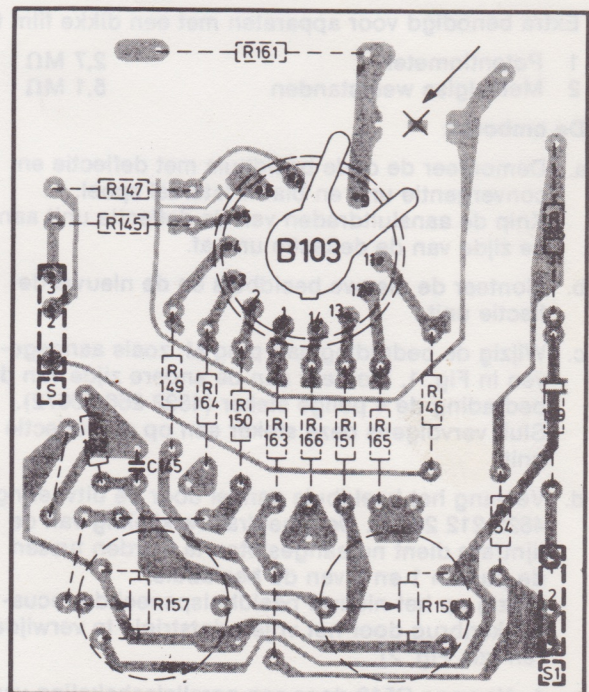

Fig. 3
- Monteer tussen R513 en chassis een weerstand van 4,7 M Ω (4822 116 60127), zodat tussen de focuspotentiometer en chassis een serieschakeling ontstaat van 2 x 5,1 M Ω en 1 x 4,7 M Ω (zie Fig. 3).
- Vervang in apparaten met een dikke film focuspotentiometer de dikke film unit door de schakeling van Fig. 3.